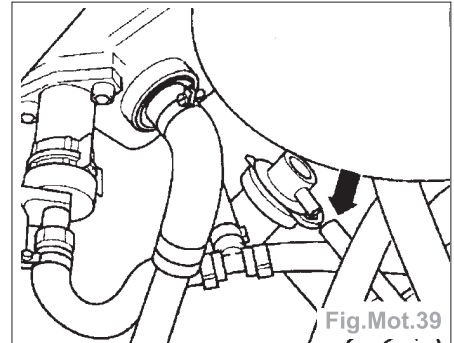

Fig.Mot.39
- Débrancher le flexible de dépression du régulateur de pression du carburant (flèche) (Fig.Mot.39).